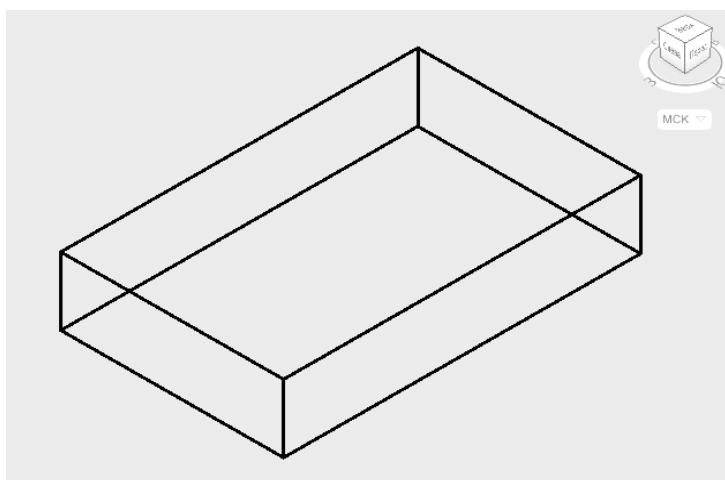

Рис. 5.2
2. Построить основание детали с использованием команды **ЯЩИК** (рис. 5.2).